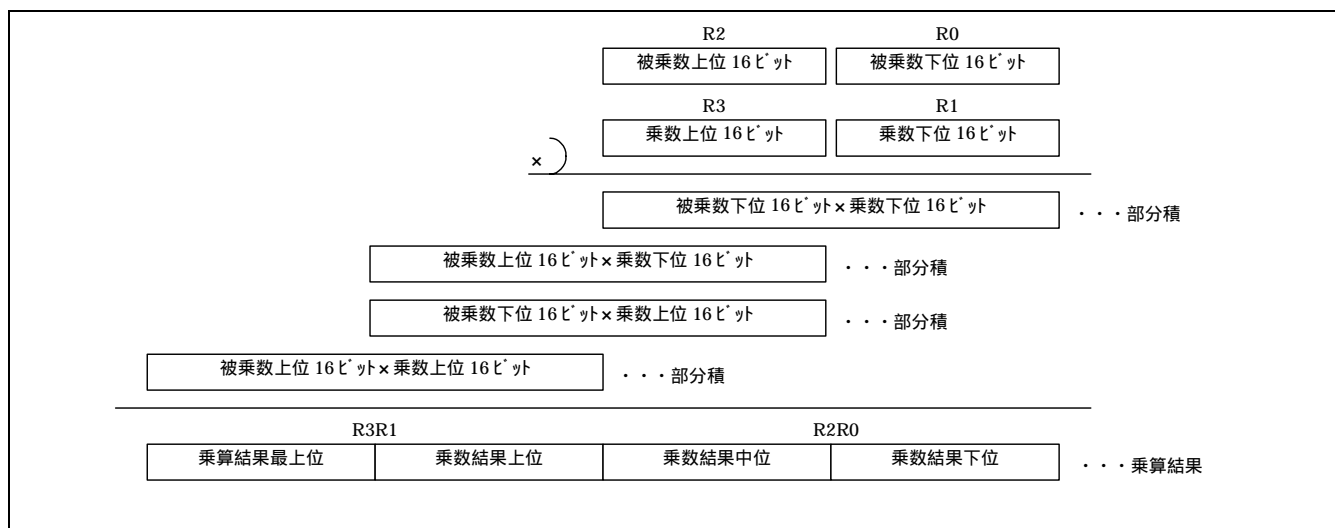

図 1. 乗算方法
- (1) 被乗数、乗数が負ならば、絶対値をとり、正へ変換します。
- (2) 図 1 の乗算方法に示すように部分積(図 1)を求め、乗算結果(図 1)に積算して積を求めます。